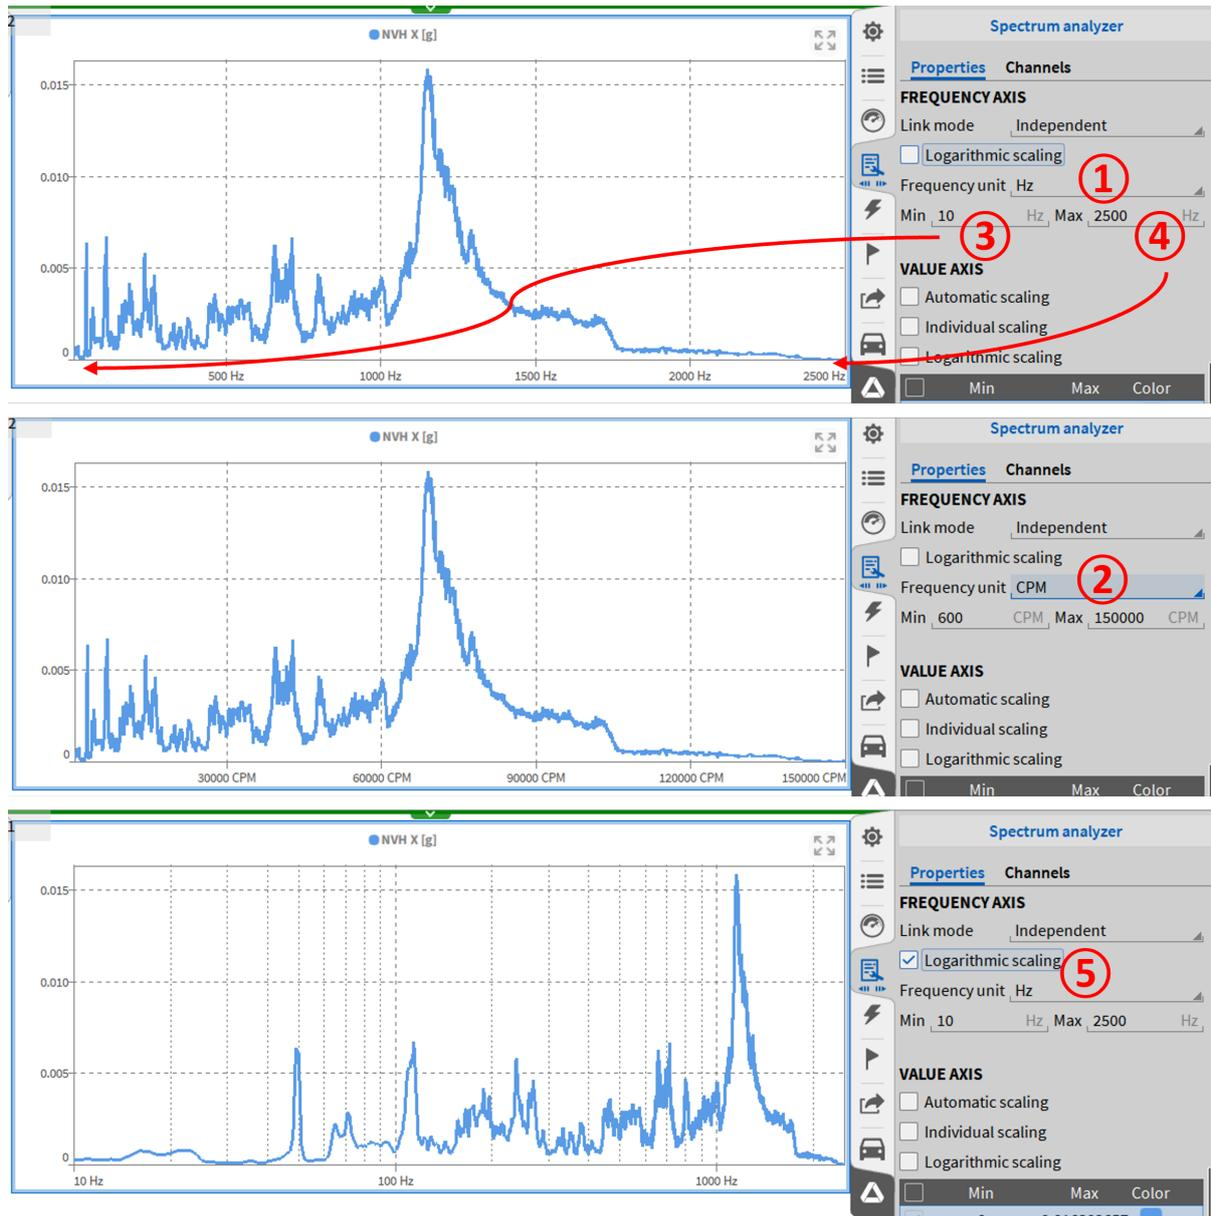

Abb. 8.41: Frequenzachsenbeschriftung
Die Einheit der X-Achse ist standardmäßig Hertz [Hz] (siehe ① in Abb. 8.41). Die Einheit kann in Umdrehungen pro Minute (Cycles Per Minute) [CPM] geändert werden, die als $[Hz] \cdot 60$ definiert ist. (siehe ② in Abb. 8.41). Das Achsenminimum und -maximum kann frei definiert werden (siehe ③ and ④ in Abb. 8.41). Die Skalierung kann optional von linear in logarithmisch geändert werden. (siehe ⑤ in Abb. 8.41).